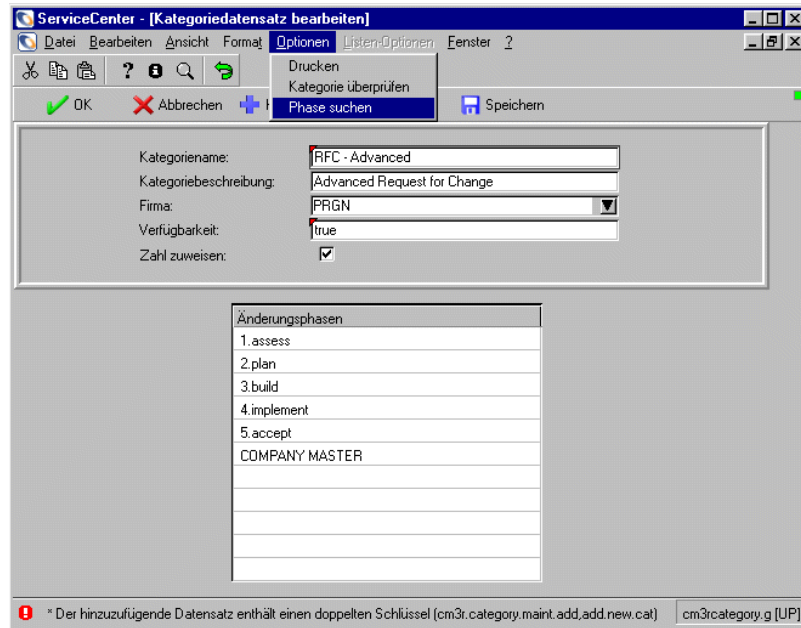

Abbildung 10-37: Eine Phase innerhalb des Kategoriedatensatzes COMPANY MASTER finden
- 5 Setzen Sie den Cursor auf die neue Phase und wählen Sie **Phase finden** im Menü **Optionen** aus (siehe Abbildung 10-37).